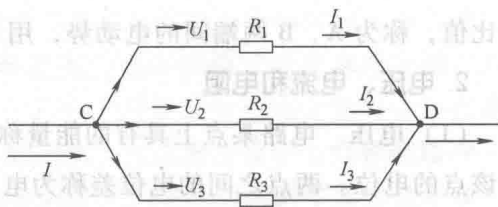

图 2-1-2 电阻的并联电路
(2) 电阻的并联 将若干个电阻并排连接起来的电路称为电阻的并联电路，如图 2-1-2 所示。